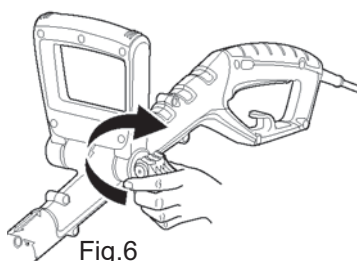

Fig.6
- > Puis fixez la poignée en serrant l'écrou (fig.6 & 7).